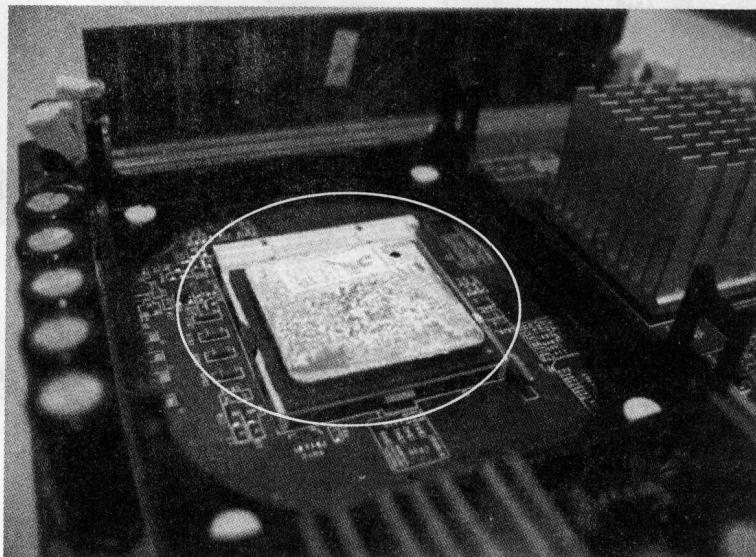

图 1-4 安装完毕的 CPU
(1) CPU 的安装。
- ① 稍向外/向上拉开 CPU 插座上的锁杆，使之与插座呈 90 度角。
- ② 将 CPU 上切边部位对准插座上的缺口部位。
- ③ 按下锁杆。注意，CPU 只有在方向正确时才能被插入插座中。图 1-4 是安装完毕的 CPU。